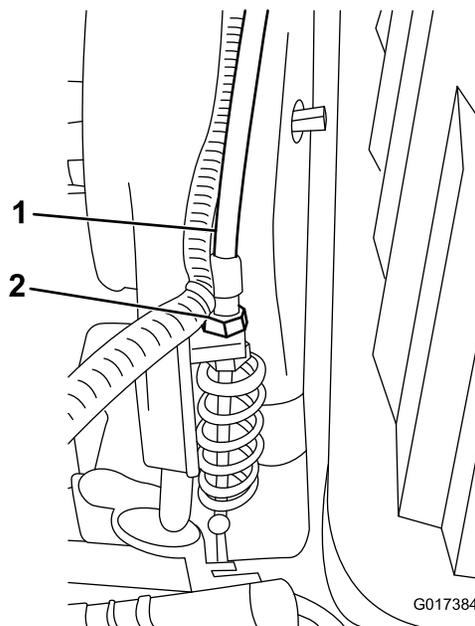

图 44
3. 在变速箱隔板上调整滚刀控制装置拉线 (图 44) 使弹簧长度达到 70.672.4mm。